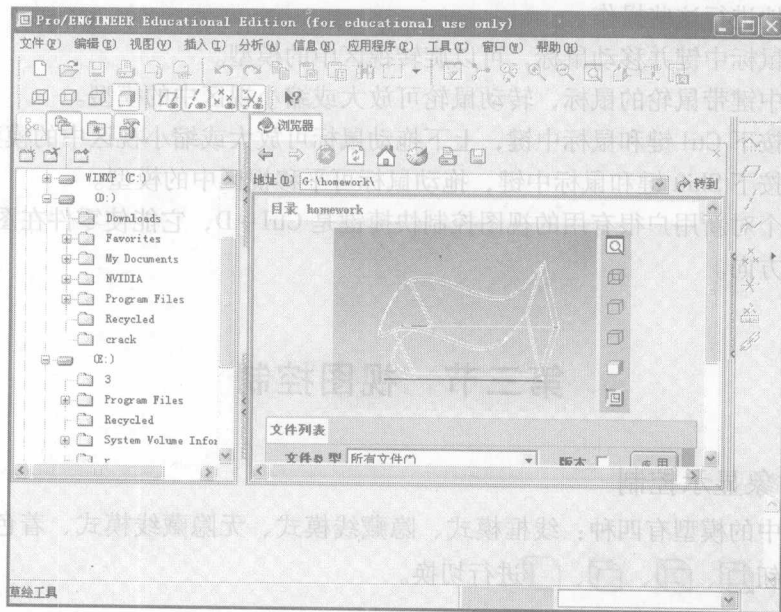

图 1-9 浏览器打开方式
3) 该文件夹中的所有文件即可在浏览器中显示文件列表,如图 1-9 所示,选取某文件后可在浏览器的预览窗口预览该文件。